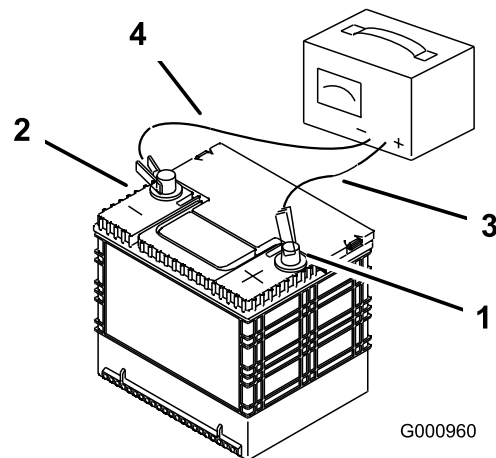

Figura 46
2. Cuando la batería esté completamente cargada, desconecte el cargador de la toma de electricidad; a continuación, desconecte los cables del cargador de los bornes de la batería (Figura 46).